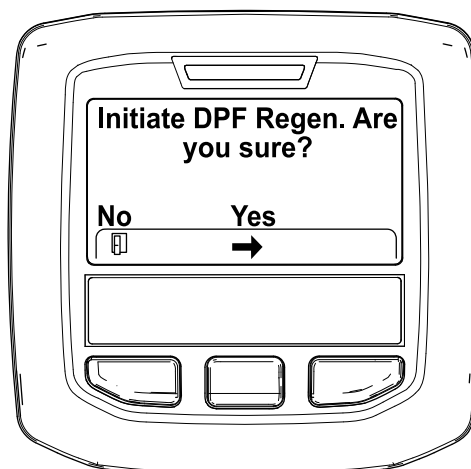

Figura 31
4. Quando surgir a mensagem "Initiate DPF Regen. Are you sure?" (Iniciar Regen. DFP. Tem a certeza?), prima o botão central (Figura 31).